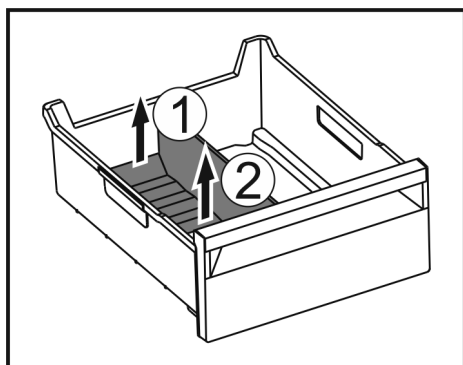

Fig. 168
- Lyft upp frysfacksdelarens bakre del. Fig. 168 (1)
- Ta ut frysfacksdelaren uppåt. Fig. 168 (2)